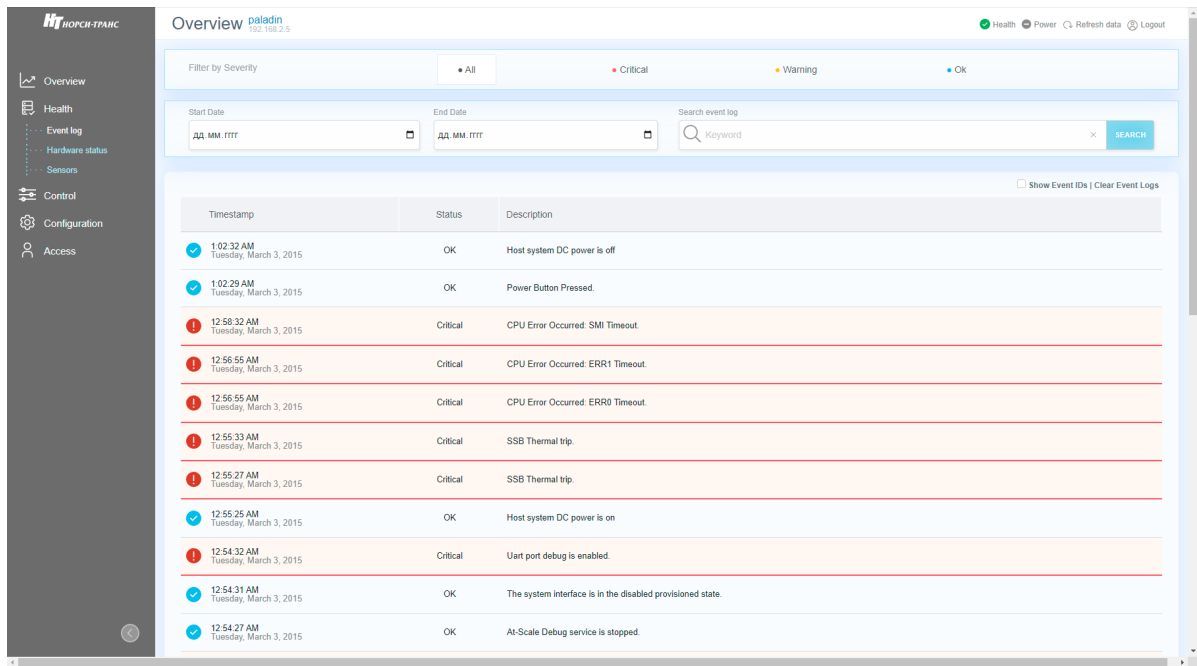

Рис. 74. Окно «Event log»
- 2) Пройдите во вкладку «Health» → «Event log» в данной вкладке отображены все события произошедшие в сервере. В поле «Filter by Severity» произведите фильтрацию по степени серьезности события. В поле «Start Date» произведите фильтрацию по дате начала события, в поле «End Date» произведите фильтрацию по дате окончания события, в поле «Search event log» произведите фильтрацию по ключевым словам события. Окно показано на рис. 74 Окно «Event log».